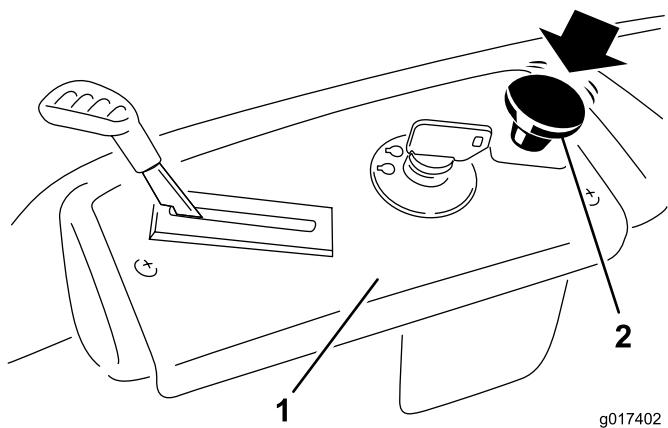

Figura 15
Presione hacia abajo del mando de control de las cuchillas para desplazarlo a la posición de Desengranado y desengranar las cuchillas (Figura 15).
- Desengrane las cuchillas moviendo el mando de control de las cuchillas a Desengranado (Figura 15).